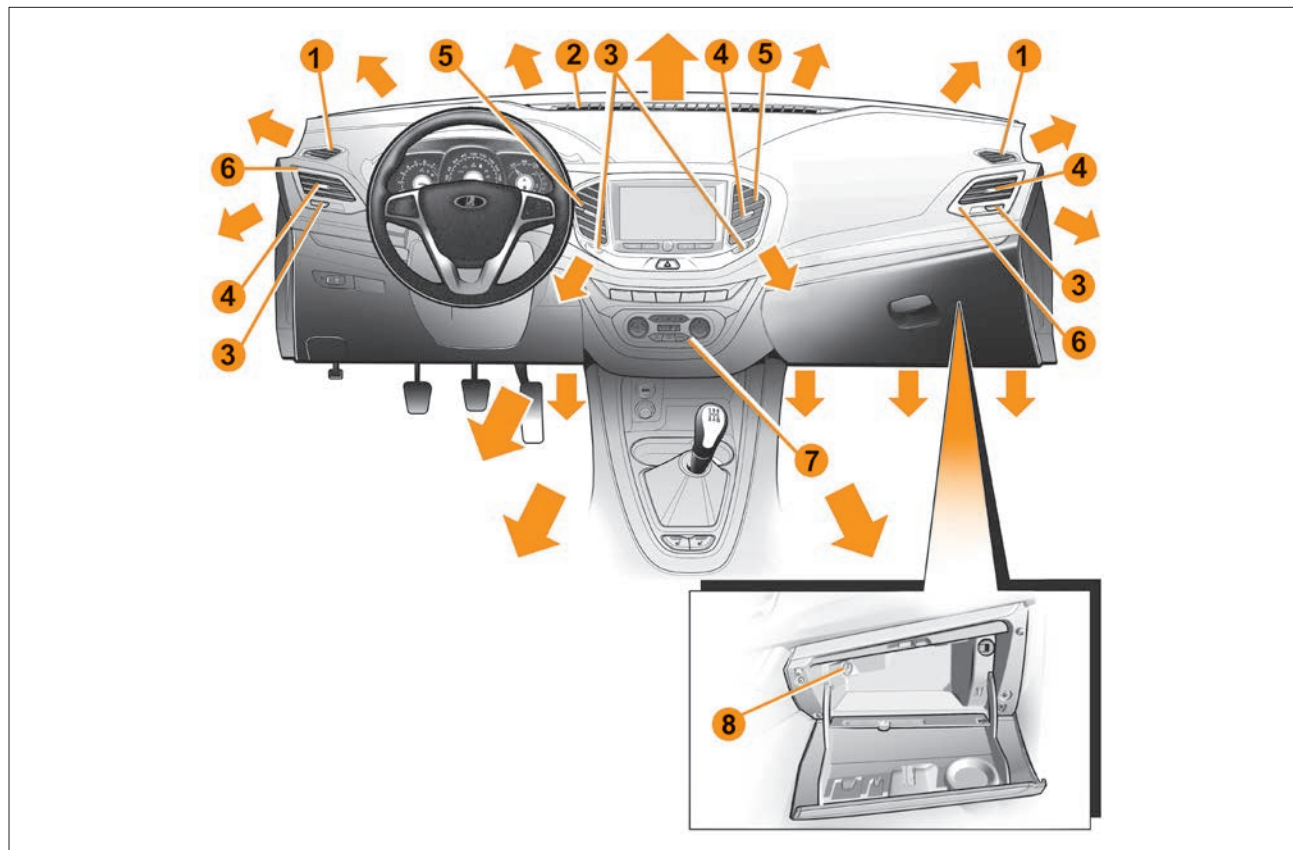

Рис. 3. Органы управления системой вентиляции и отопления салона (в варианном исполнении)
- 1** – сопла обдува (обогрева) боковых стекол (рис. 3);
- 8** – поворотная заслонка воздуховода охлаждения вещевого ящика (рис. 3). Функция охлаждения доступна в автомобилях с климатической системой «Комфорт» и «Люкс».
В тёплое время года рекомендуется направлять воздух в регулируемые сопла **5** и **6** (см. рис. 3) на панели приборов для лучшей вентиляции салона. Установите среднюю или максимальную скорость воздушного потока для эффективного удаления избытков тепла из салона. Нажмите кнопку , установите комфортное направление потока воздуха из сопел с помощью рукоятки регулировки **4**. Установите минимальную температуру поступающего воздуха, при необходимости отрегулируйте температуру.